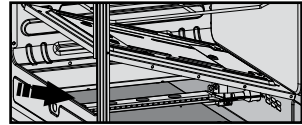

Figura 67.
- Ubique de nuevo el difusor de calor. (Ver figura 67) Verifique que la instalación del producto esté en óptimas condiciones.